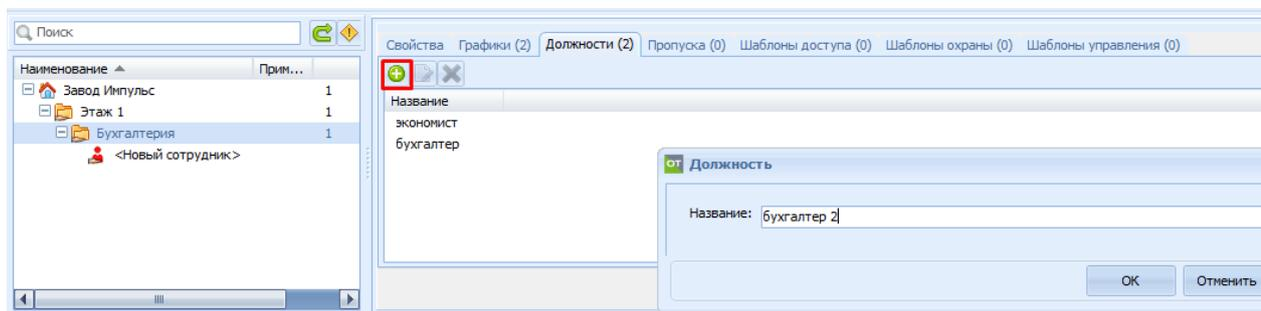

Рисунок 25.22 – Добавление новой должности и окно «Должность»
- 3) В открывшемся окне «Должность» ввести название должности и нажать кнопку ОК (рисунок 25.22).